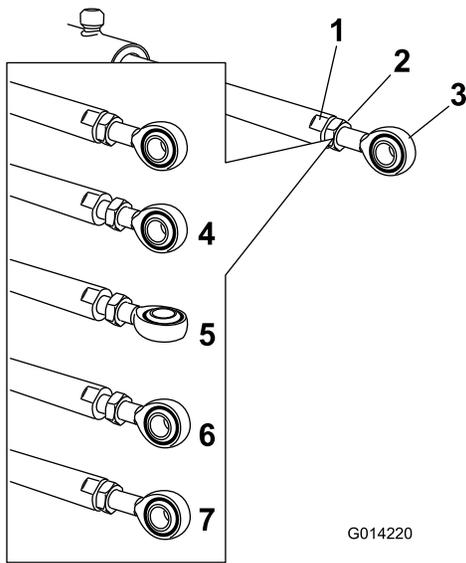

Figura 100
5. Utilice una llave sobre las zonas planas del émbolo del actuador para inmovilizarlo y, a continuación, afloje la contratuerca para poder ajustar la varilla de ojal (Figura 100).
6. Gire la varilla de ojal en el émbolo del actuador para acortar o alargar el actuador extendido a la posición deseada (Figura 100).